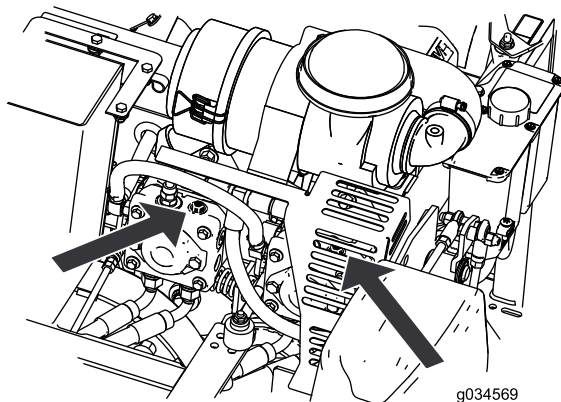

Figure 28
4. Tournez les deux valves d'un tour dans le sens antihoraire pour débloquer la transmission (Figure 28). Cela permet au liquide hydraulique de contourner la pompe et aux roues de tourner.